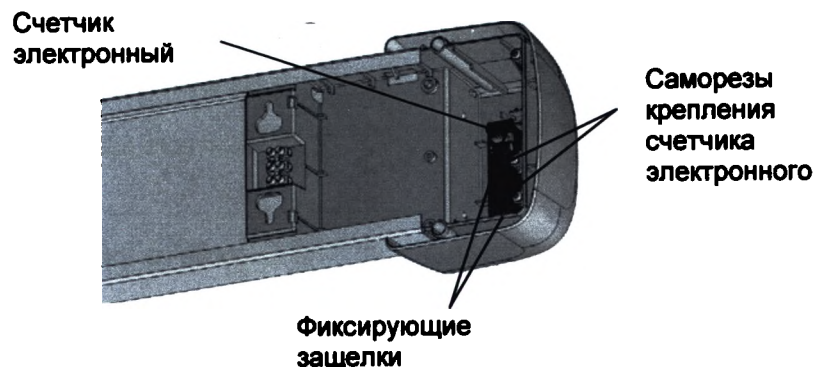

Рис.7
- Открутить саморезы, крепящие счетчик электронный (рис.7).
- Извлечь счетчик электронный из правого торцевого блока, нажав на фиксирующие защелки (рис.7).
- Установить новый счетчик электронный, зафиксировав защелками рис.7.
- Установить саморезы, крепящие счетчик электронный (рис.7).